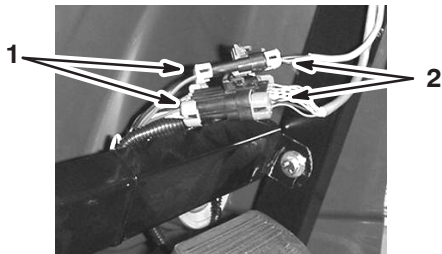

Bild 5
7. Schließen Sie die Spray Pro-Kabelstecker an die Kabelverbindungen unter dem Armaturenbrett an (Bild 5).